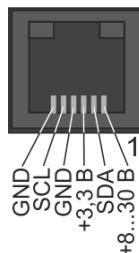

Рисунок 3 – Схема электрическая разъема RJ-12 (RJ-25) “Sensor”
**5.3.4** Подключите, при необходимости, используемые цифровые датчики к разъему RJ-12 (RJ-25) «Sensor» (*см. рисунок 3*). При подключении нескольких датчиков необходимо использовать разветвители TCU4, TCU5 “VELLEMAN” (или аналогичные).